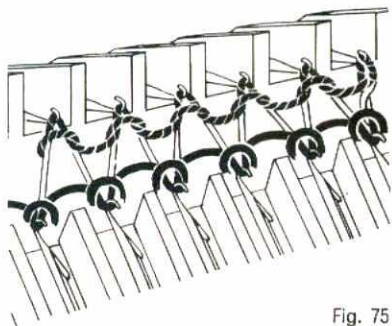

Fig. 75
3. Gang: rund vorn, vorn MG auch auf 3–4 (2. Schlauchreihe, Fig. 75)